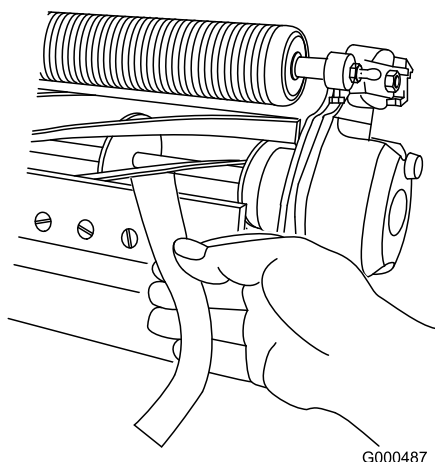

Figura 7
1. Tornillo de ajuste de la barra de asiento (2)
- B. Inserte una tira larga de papel para comprobar el rendimiento del corte entre el molinete y la contracuchilla, perpendicular a la contracuchilla (Figura 7) y, a continuación, gire **lentamente** el molinete hacia delante; deberá cortar el papel; de lo contrario, repita los pasos A y B hasta que corte.
11. Inserte una tira larga de papel para comprobar el rendimiento del corte (pieza Toro n.º 125-5610) entre el molinete y la contracuchilla, perpendicular a la contracuchilla (Figura 7) y, a continuación, gire **lentamente** el molinete hacia delante; deberá cortar el papel; de lo contrario, gire 1 clic cada perno de ajuste de la barra de asiento en sentido horario, hasta que corte el papel.